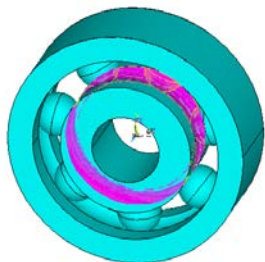

图 11-37 选择目标面的显示
①创建目标面：在“Contact Manager”对话框中单击“Contact Wizard”按钮（对话框左上角）。弹出“Contact Wizard”对话框，接受默认选项，单击“Pick Target”按钮，弹出一个拾取框，在图形上单击拾取内环的轨道槽，如图 11-37 所示，单击“OK”按钮。